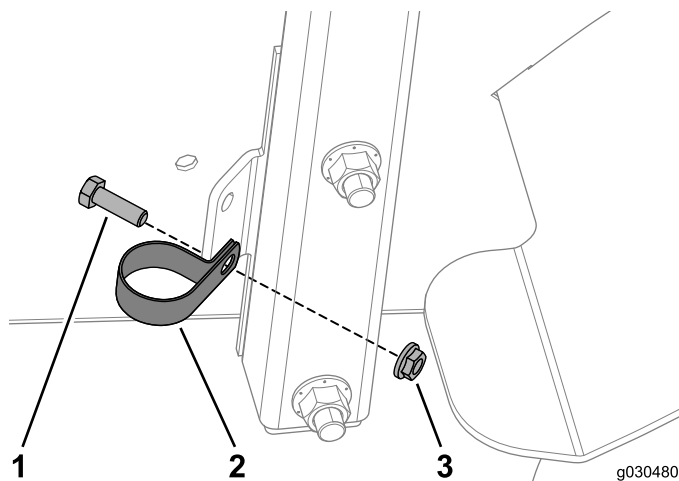

Figura 49
1. Fixe um grampo em R ao suporte do acessório utilizando o parafuso (5/16 x 3/4 pol.) e a porca flangeada no lado direito da máquina (Figura 49).